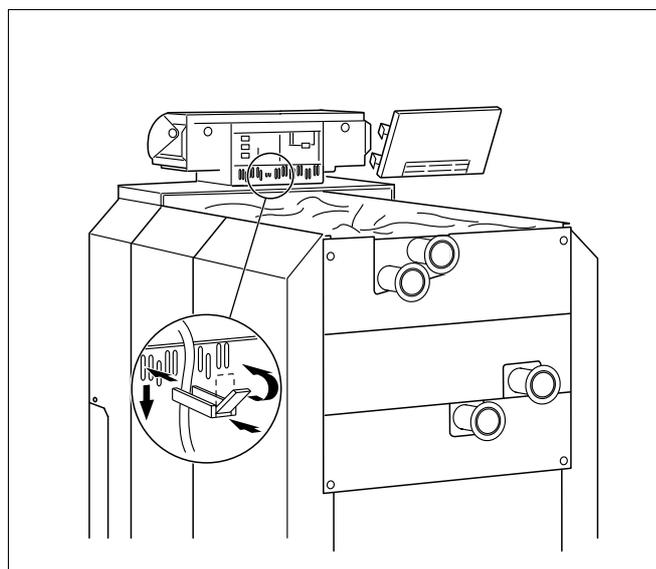

Fig. 18 Montaggio delle fascette serracavo
All'occorrenza rompere o tranciare il segmento rimovibile del pannello posteriore (fig. 18).
- Inserire le fascette serracavo complete di cavo di collegamento nel listello di cablaggio e fissare il cavo piegando la leva (fig. 18).
- Inserire i due ganci inferiori, disposti a destra e a sinistra del pannello posteriore dotato di feritoia, nel margine superiore del listello di cablaggio (fig. 18).
- Premere leggermente verso l'interno i due ganci elastici superiori (freccia fig. 18) montando il pannello posteriore in modo da far scattare i due ganci.